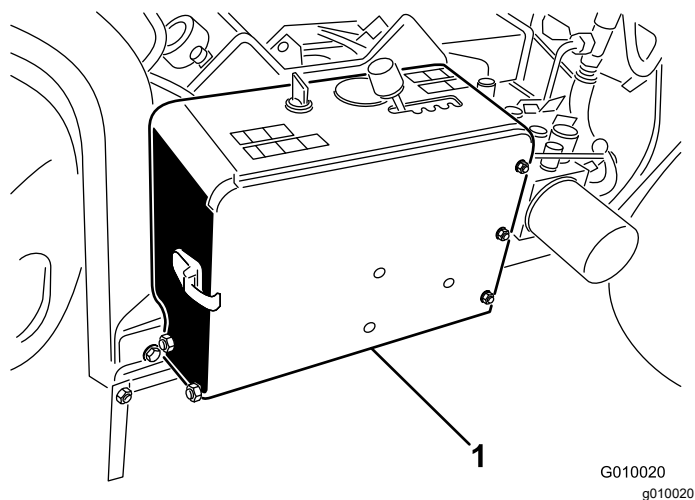

Figura 50
1. Destranque e abra a cobertura do compartimento da bateria (Figura 50).